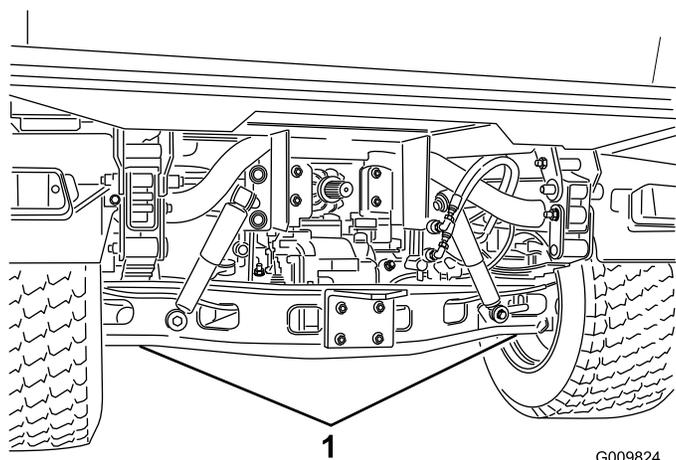

Figura 37
- O ponto de suspensão do macaco na parte dianteira da máquina fica situado por baixo do apoio central do chassis (Figura 36), e na traseira por baixo do eixo (Figura 37).